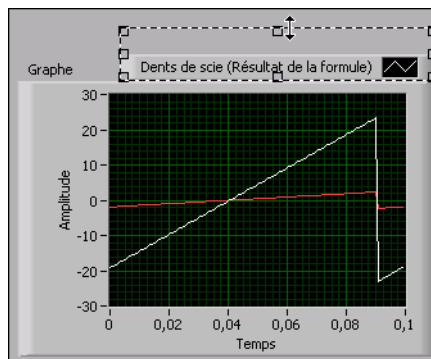

Figure 1-11. Extension de la légende des tracés
2. Quand votre curseur devient une double flèche, représentée dans la figure 1-11, cliquez et faites glisser le cadre de la légende des tracés pour ajouter un élément à la légende. Lorsque vous relâchez le bouton de la souris, le nom du deuxième tracé apparaît.